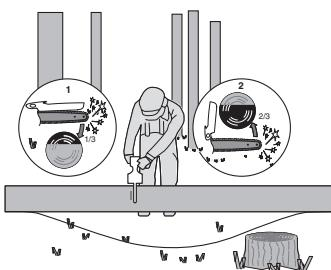

Figura 4
Dacă bușteanul se sprinjă pe ambele capete, vezi figura 4, tăiați de sus 1/3 din diametru (1). Finalizați debitarea printr-o tăiere de jos în sus a diametrului rămas (cele 2/3 rămase) (1), având grijă să întâlniți tăietura de sus.